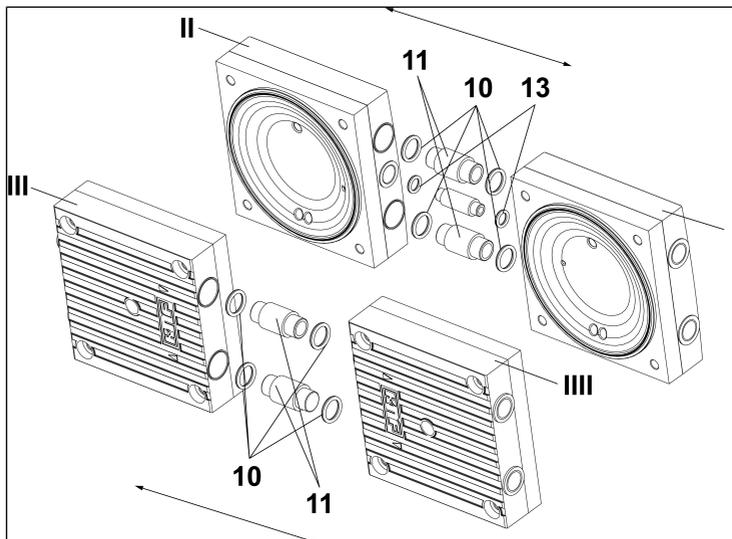

Abb.10: Entnahme der O-Ringe und der Verschaltungsrohre
8. Ziehen Sie die Köpfe 1 (I/Abb. 10) und 2 (II/Abb. 10) auseinander und entnehmen Sie die O-Ringe (10/Abb. 10) und (13/Abb. 10).
7. Setzen Sie die O-Ringe (**10/Abb. 10**) und (**13/Abb. 10**) auf die Verschaltung auf.
8. Drücken Sie die Köpfe 1 und 2 (**I und II/Abb. 10**) zusammen.